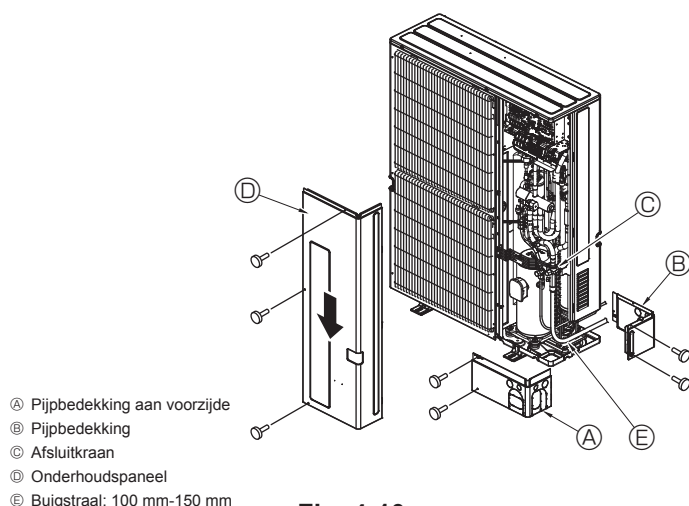

Fig. 4-10
4.3. Koelleidingen (Fig. 4-10)